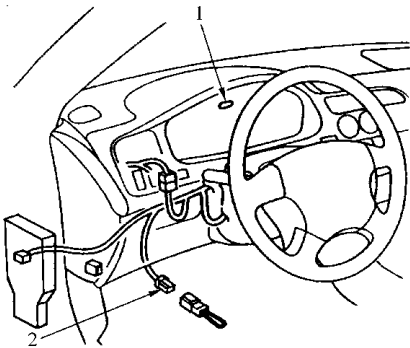

图 11-29 SRS 连接存储器清除信号插头
- 2) 如图 11-29 所示,将本田 PGM 检测仪或 HDS 与 DLC 存储器清除信号插头连接。
- 3) 将点火开关置于 ON (II)。